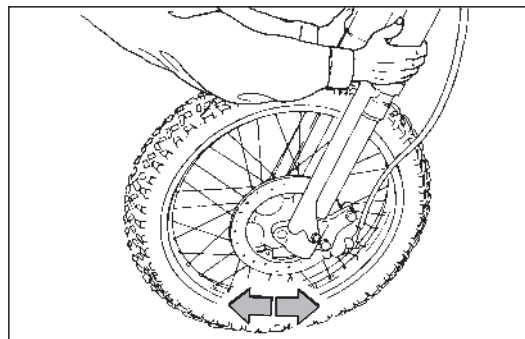

Fig. 31
- Svitare le viti di chiusura del coperchio cassa filtro ed estrarre l'elemento filtrante (Fig. 31).
Verificare il gioco dei cuscinetti ponendo il veicolo sul cavalletto e scuotere i foderi della forcella nel senso di marcia (Fig. 31). Qualora si percepisca del gioco, procedere alla regolazione operando come segue: